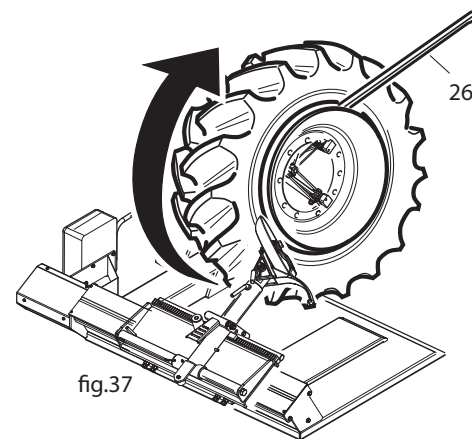

fig.37
- » Posizionare l'utensile stallonatore a filo del cerchione. Tenendo la copertura in rotazione, premere sul tallone e liberare l'anello di bloccaggio che verrà poi tolto con la leva (26) (fig.37).
- » Position the bead breaking tool along the edge of the rim. While rotating the tyre, press on the bead to free the locking ring, which is then removed with the lever (26, fig. 37).
- » Positionner l'outil détalonneur au fil de la jante. En gardant la couverture en rotation, appuyer sur le talon et libérer la bague de blocage qui sera enlevée ensuite au moyen du levier (26) (fig. 37).
- » Das Wulstabdrückgerät auf gleicher Höhe des Felgens positionieren. Die Decke in Bewegung halten, auf den Wulst drücken und den Blockiererring freilegen, der dann mit dem Hebel entfernt wird (26) (Abb. 37).
- » Colocar el utensilio destalonador al borde de la llanta. Manteniendo el neumático en rotación, apretar sobre el talón y liberar el anillo de bloqueo que se quitará después con la palanca (26) (Fig. 37).